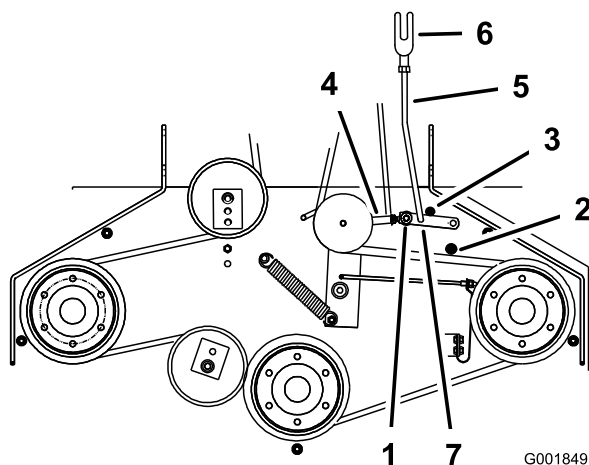

Figura 57
- Asegúrese de que el brazo está en contacto con el tope trasero del brazo de la carcasa (Figura 57).
- El brazo debe entrar en contacto con el tope delantero del brazo de la carcasa. Si no lo hace, la palanca acodada debe acercarse más al refuerzo (Figura 57).
- Para ajustar el acoplamiento del brazo, retire el pasador de horquilla del brazo (Figura 57).
- Instale el acoplamiento en el brazo y sujételo con el pasador de horquilla (Figura 57).